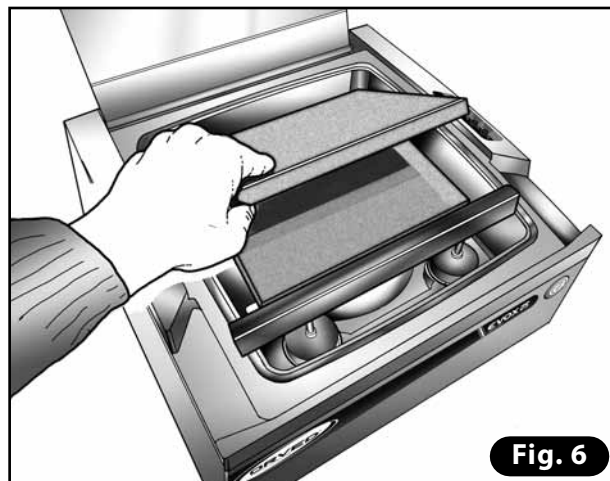

Fig. 6
- 4) Enlever les tablettes PE de la cuve (**Fig. 6**).